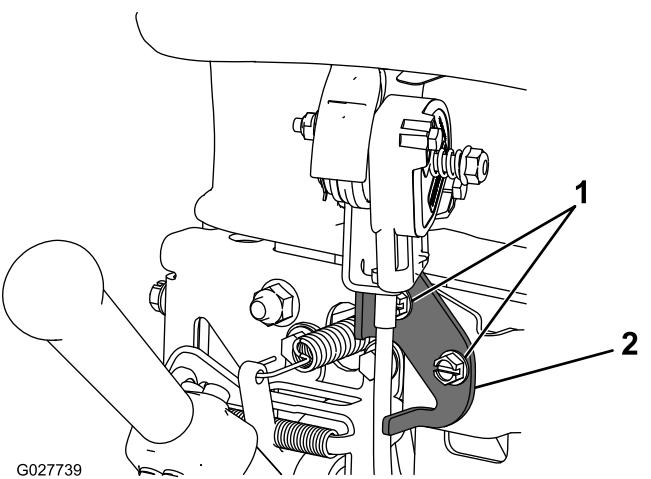

Figura 33
2. Allentate i 2 dispositivi di fissaggio che fissano il comando dell'acceleratore (Figura 33).